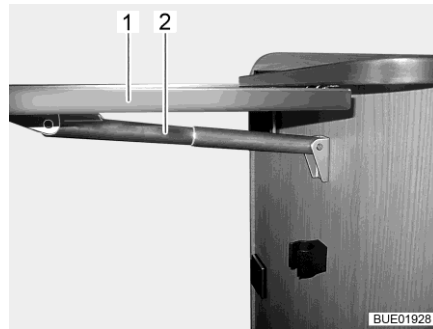

Fig. 50 Mesa de bar plegable
- Agarrar la parte inferior de la mesa de bar plegable (Fig. 50,1) y extraer la misma del engatillado tirando ligeramente.
- Girar el tablero de la mesa hacia arriba hasta que se active la fijación del soporte telescópico (Fig. 50,2). Soltar el tablero de la mesa.